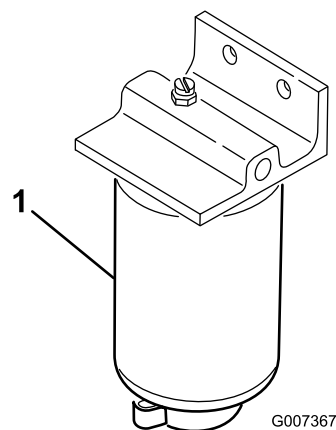

Figura 35
1. Mettete un contenitore pulito sotto il filtro del carburante (Figura 35).